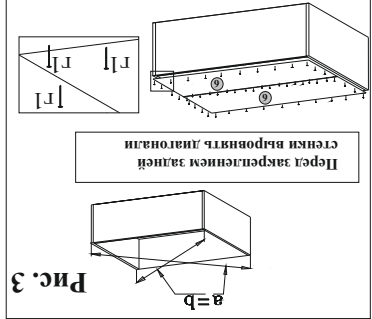

Рис. 3
5.5. Уложить корпус шкафа передней частью вниз на ровную поверхность и выровнять по диагонали (рис. 3). Прибить задние стенки 6 к корпусу гвоздями Г1 при помощи молотка.